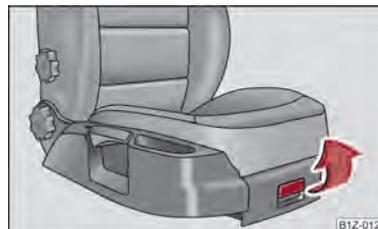

Fig. 83 Assento do acompanhante: Compartimento
- Para abrir a tampa oscilar o fecho e tirar a tampa ⇒ Fig. 83.